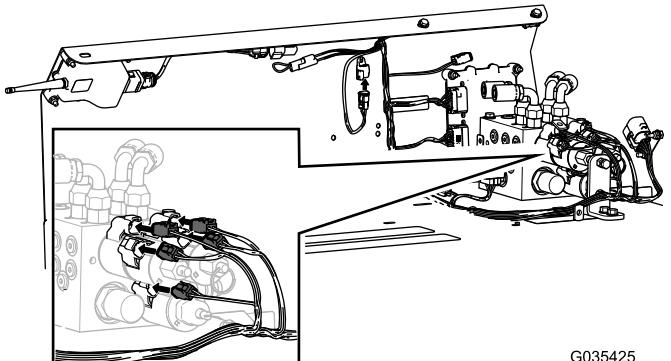
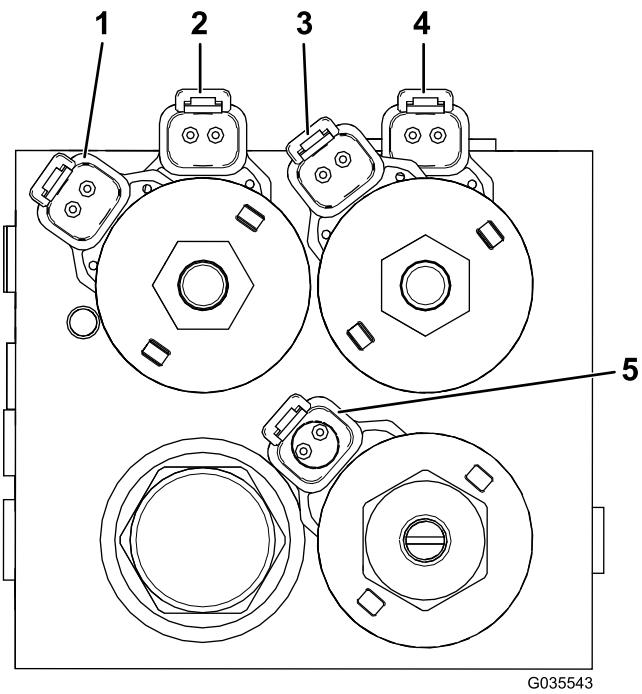

Рисунок 16
Рисунок 17
8. Вставьте 5 соединителей жгута проводов в соответствующие соединители на гидравлическом блоке; см. Рисунок 16 и Рисунок 17.